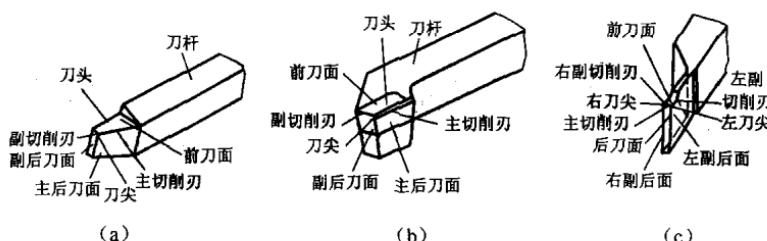
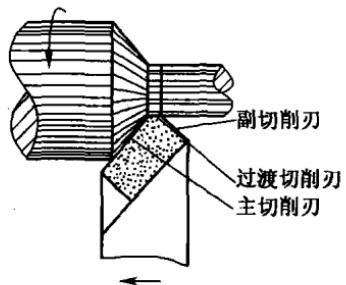

图 1-2 刀头上的面和刀刃
图 1-4 过渡切削刃
在刀具的刀头上都有前刀面、主后刀面和副后刀面,如图 1-2 所示。
车削过程中,刀头上的主后刀面是刀具与工件被加工表面相对的那个面,副后刀面是和工件上已经加工完了的表面相对的那个面。另外还有过渡后面,是主后刀面和副后刀面之间的面,即图 1-4 中过渡切削刃下面的那个面。
对于刀具来说,是刀就有刃,没有刀刃就不能进行切削。那么车刀上有几个刀刃呢? 它通常有主切削刃、副切削刃和过渡切削刃,如图 1-4 所示。有时还需磨出修光刃。从图 1-2 可以看出,这些刀刃都是由前后两个刀面相交而成的。
(2) 过渡切削刃 实际上, 刀尖在刃磨时不是很尖的, 往往要磨出过渡刃。过渡切削刃(图 1-4)是在主切削刃和副切削刃之间, 有一段很短的斜刃, 它的主要作用是增加刀尖的强度, 也可以降低工件表面粗糙度。